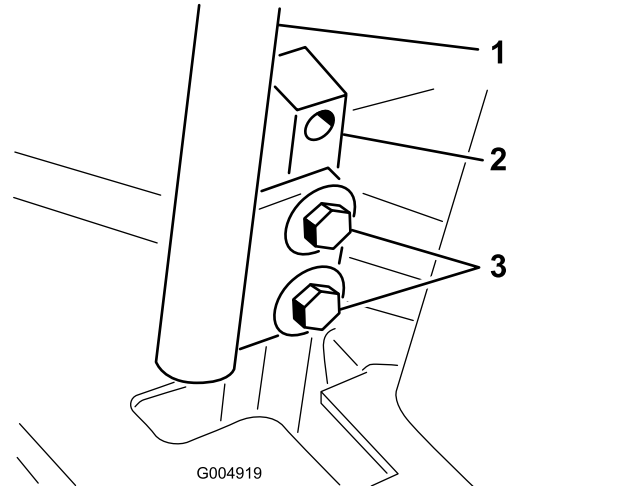

Figure 55
- Desserrez les boulons de fixation des leviers de commande (Figure 55).